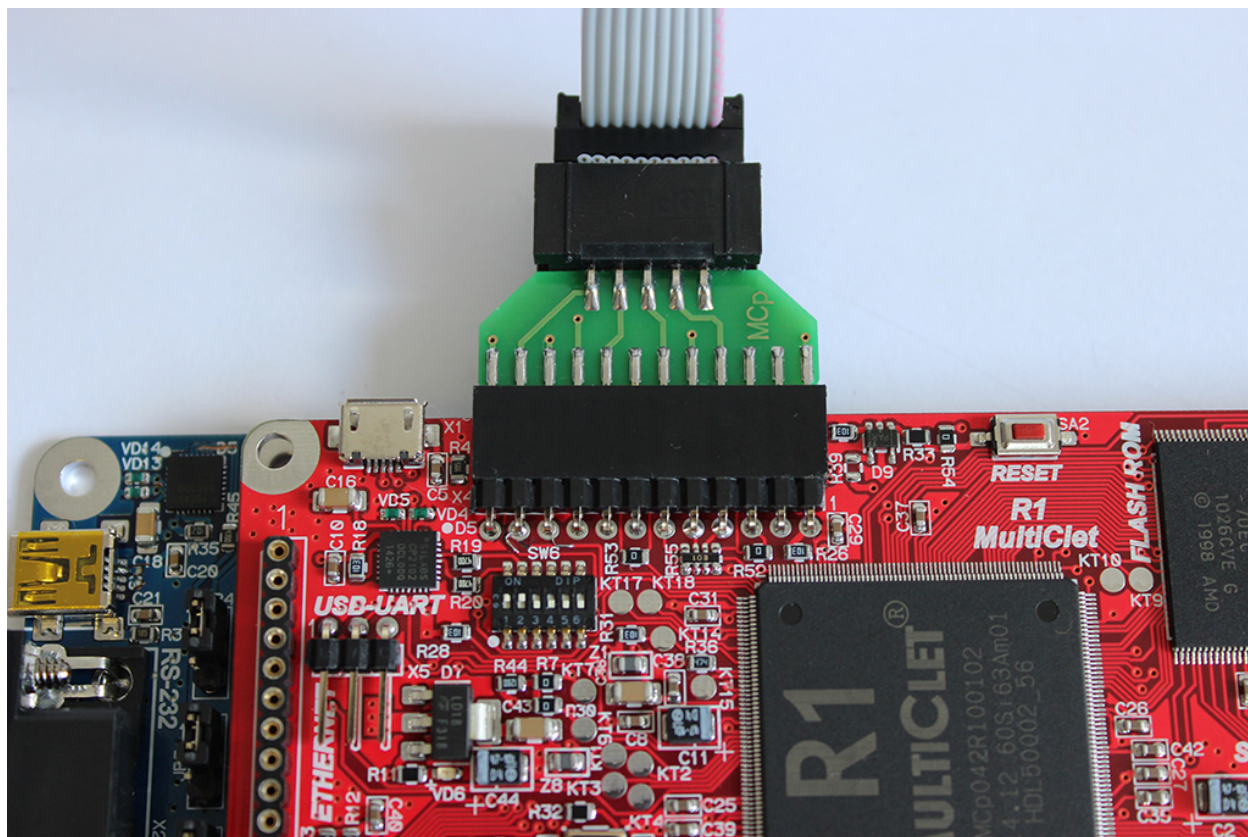

Рис. 5. Подключение программатора
Правильное расположение переключателей показано на рис. 5 . 2) Убедитесь, что на базовой плате отсутствуют джамперы на разъеме X8(находится справа от экрана).
2) Подключите программатор LDM-PicoProg через адаптер (надпись MCP нанесена на верхней стороне адаптера) к разъему на процессорной плате с пометкой JTAG, как показано на рис. 5.